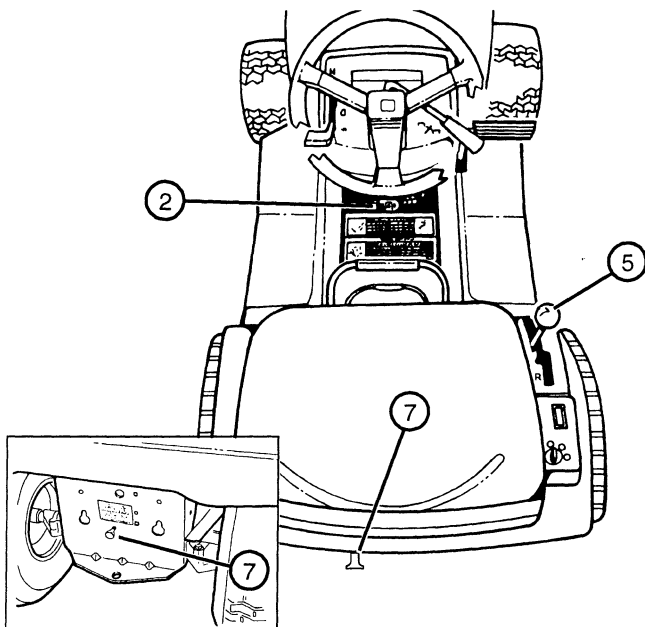

FIGURA 18
- Jale la palanca de rueda libre (7) hacia atrás, soltando el eje transversal, soltando el eje transversal. (vea la Figura 18)
- Suelte el freno de estacionamiento (2) o bien mueva la palanca de transmisión hidrostática (5) a la posición neutral (N).